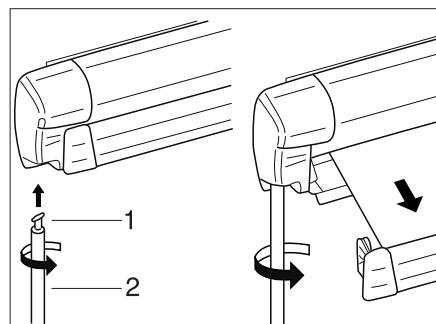

Fig. 40 Toldillo
- Colgar el gancho (Fig. 40,1) de la varilla de manivela (Fig. 40,2) en la argolla de engranaje y girar en 90°.